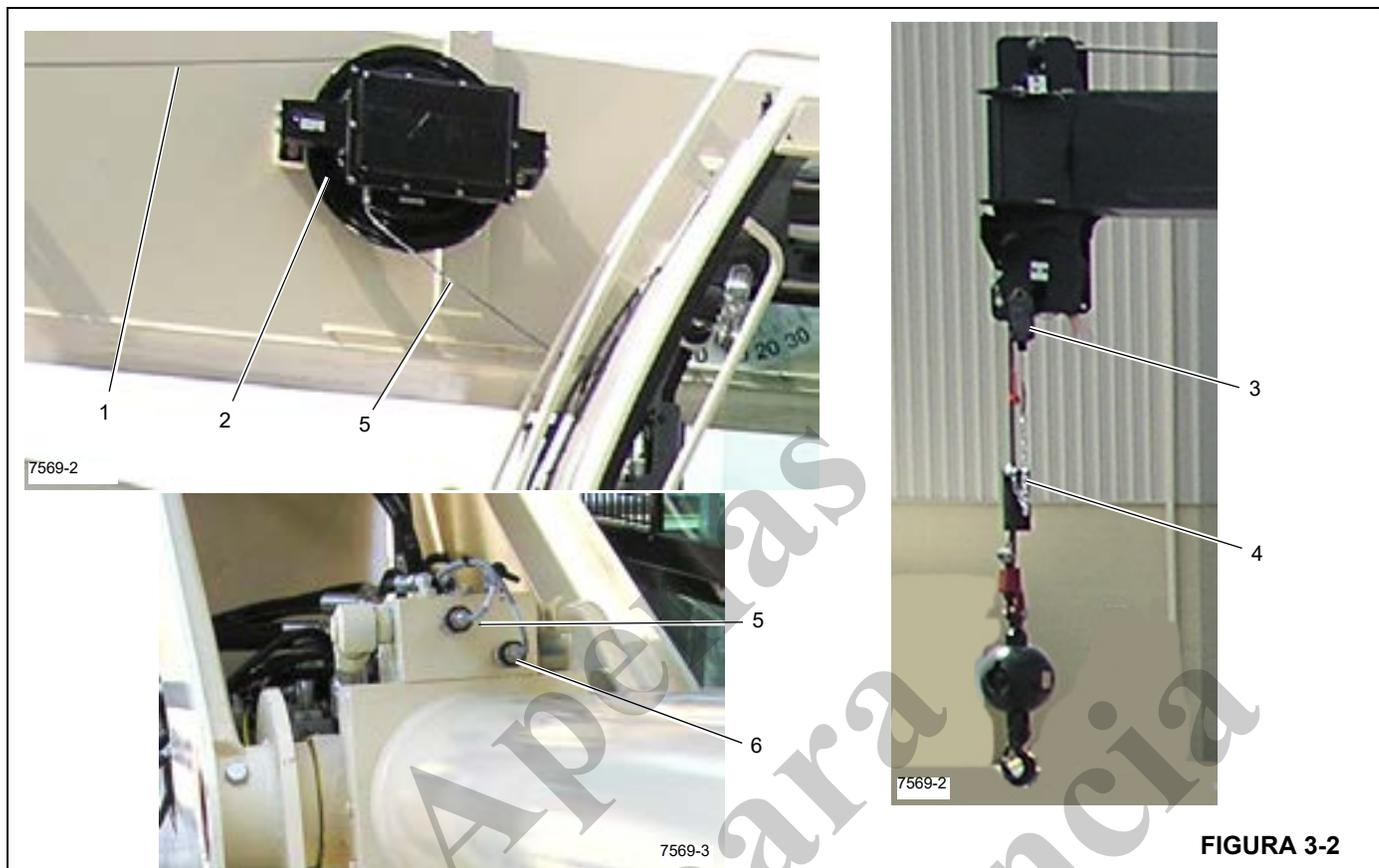

FIGURA 3-2
O cabo do A2B da lança (1, Figura 3-2) vai do carretel do A2B no lado externo da lança ao conjunto da chave do A2B (3). O cabo do conjunto da chave do A2B está fixado ao peso do dispositivo anticolisão do moitão.